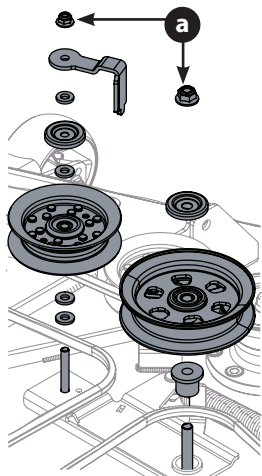

Figure 56
- Pour retirer les deux poulies de tension, enlevez les écrous autobloquants supérieurs des poulies et retirez les poulies du bras de renvoi (Figure 56).